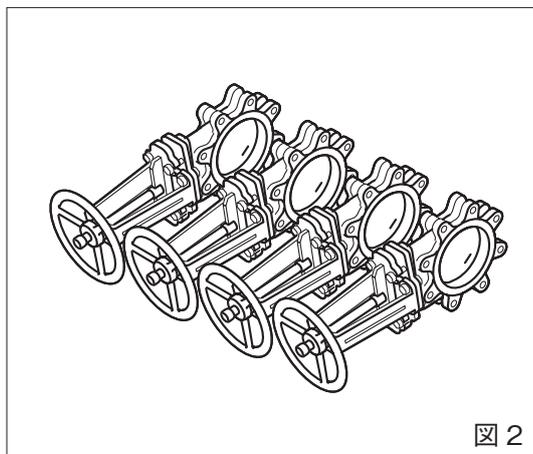

図 2
- ❗ ■開梱保管：開梱された状態で保管される場合は、本体及び駆動部・付属品に無理な力がかからない状態で保管してください。また、必ずシートをかけ、ホコリ等を防いでください。（図 2）